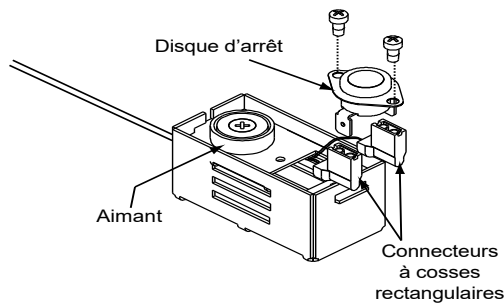

Figure 22.1
4. Tirez le disque d'arrêt et les connexions à cosses rectangulaires vers le haut pour les sortir du support comme illustré à la Figure 22.1